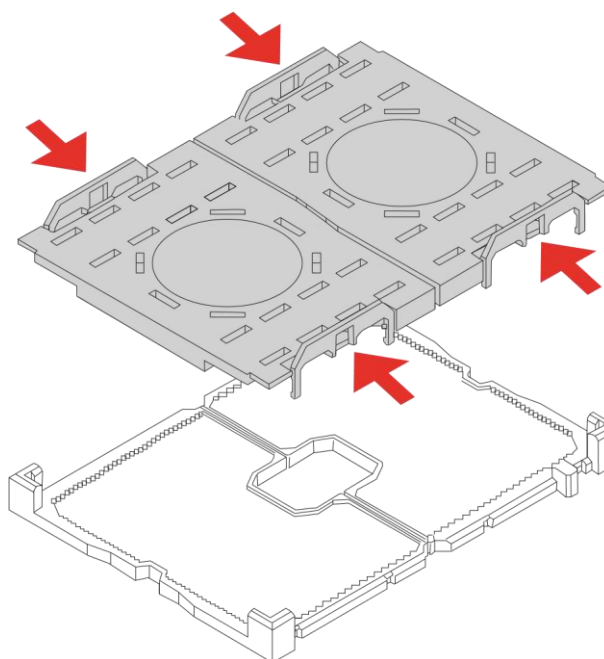

Рисунок 7 – Снятие пылезащитного чехла с сокета
2. Снимите пылезащитный чехол с сокета. Нажмите на выступы с обеих сторон, чтобы снять их (см. Рисунок 7).